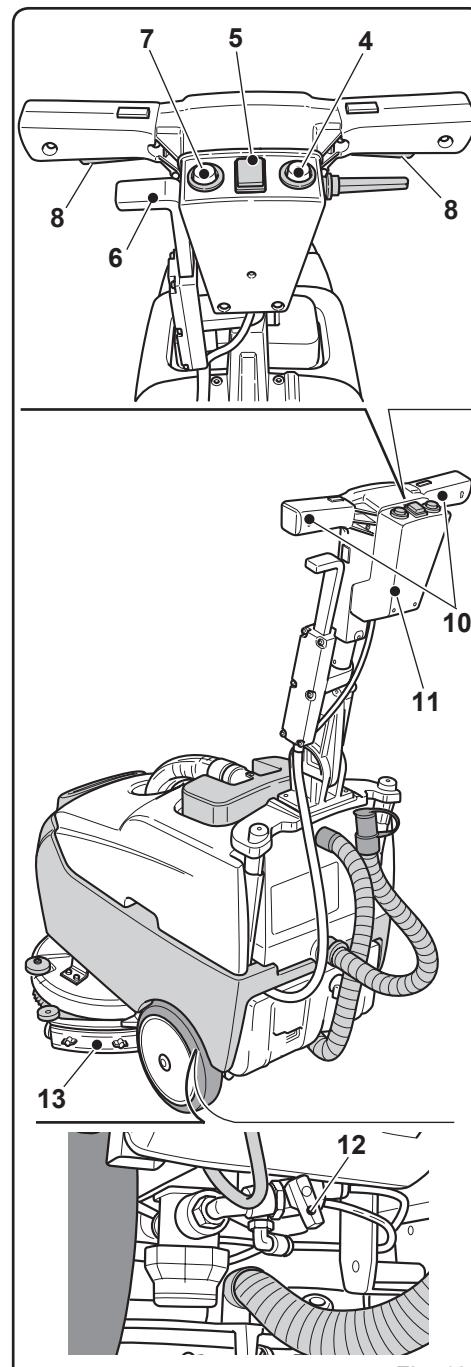

Fig. 12
9.1.e - Alarmes durante o funcionamento (Fig. 12/a)
- Durante a operação da máquina podem entrar os alarmes exibidos nos flashes de luz LED (1):